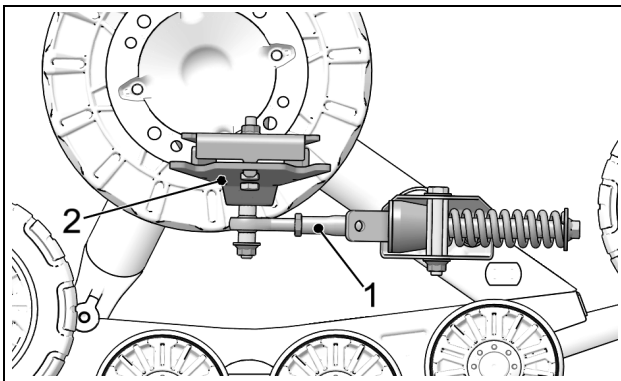

Abbildung 4
- Der Stabilisierungsarm (1) muss am vorderen, am Fahrzeug angebrachten Verankerungsbügel (2) montiert werden. Siehe Abbildung 4.